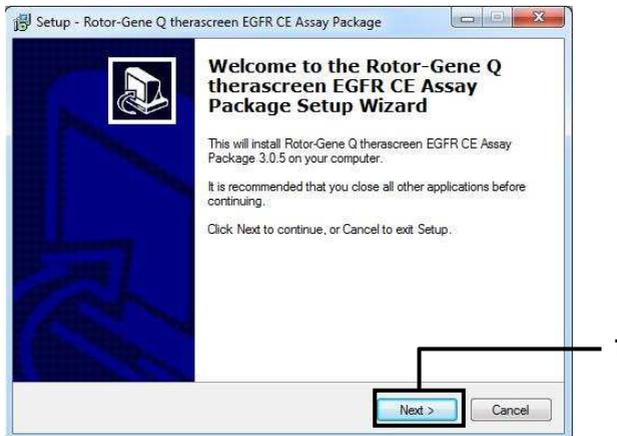

Abbildung 41. Das Dialogfeld „Setup Wizard“ (Einrichtungsassistent); 1 = „Next“ (Weiter)
6. Klicken Sie auf Next (Weiter), um fortzufahren (Abbildung 41).